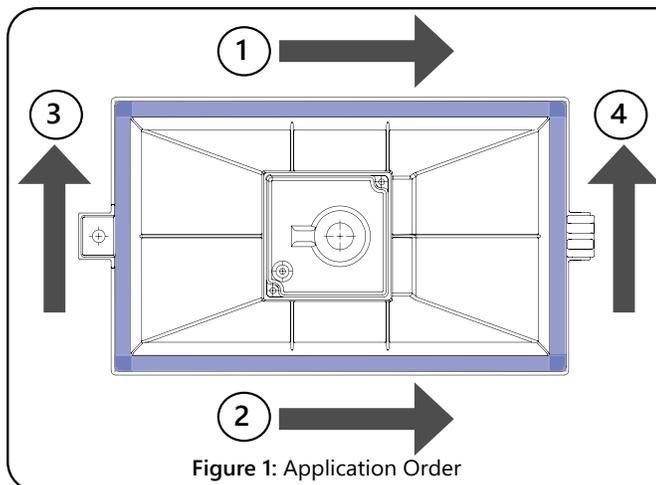
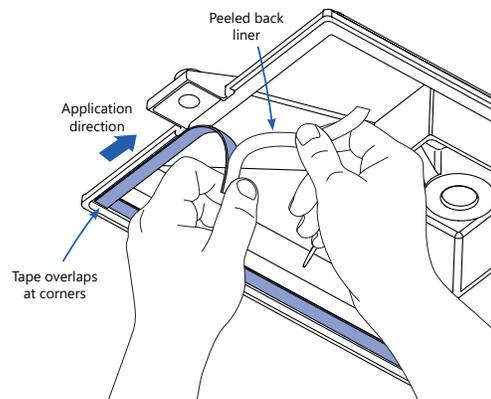

Figure 1: Application Order
Figure 2: Proper Application Method
9. Wipe the gasket interface of the mounting cover clean (blue area in Fig. 1). Ensure it is free of dust and debris.
10.2 Starting at a corner (see application order in Fig. 1 above), apply the tape, adhesive side down, along the inside edge of the mounting cover, peeling it slowly off the liner as it is applied to ensure smooth and straight adhesion (Fig. 2).
10.3 At corners where tape has already been applied in another direction, ensure that the tape pieces overlap one another (see Fig. 2)
10.5 Repeat steps 10.1 - 10.4 with the remaining edges in the order as described in Fig. 1, using a long piece of tape (14") for side 2, and short pieces (8 3/8") for sides 3 and 4.
9. Nettoyez soigneusement l'interface du joint du couvercle de montage (zone bleue sur la Fig. 1). Assurez-vous qu'il est exempt de poussière et de débris.
10.2 En commençant par un coin (voir l'ordre d'application sur la Fig. 1 ci-dessus), appliquez le ruban, côté adhésif vers le bas, le long du bord intérieur du couvercle de montage, en le décollant lentement de la doublure lors de son application pour assurer une adhésion lisse et droite (figure 2).
10.3 Aux coins où du ruban a déjà été appliqué dans une autre direction, assurez-vous que les morceaux de ruban se chevauchent (voir les figure 2).
10.5 Répétez les étapes 10.1 - 10.4 avec les bords restants dans l'ordre décrit à la Fig. 1, en utilisant un long morceau de ruban adhésif (14 ") pour le côté 2, et pièces courtes (8 3/8 ") pour les côtés 3 et 4.